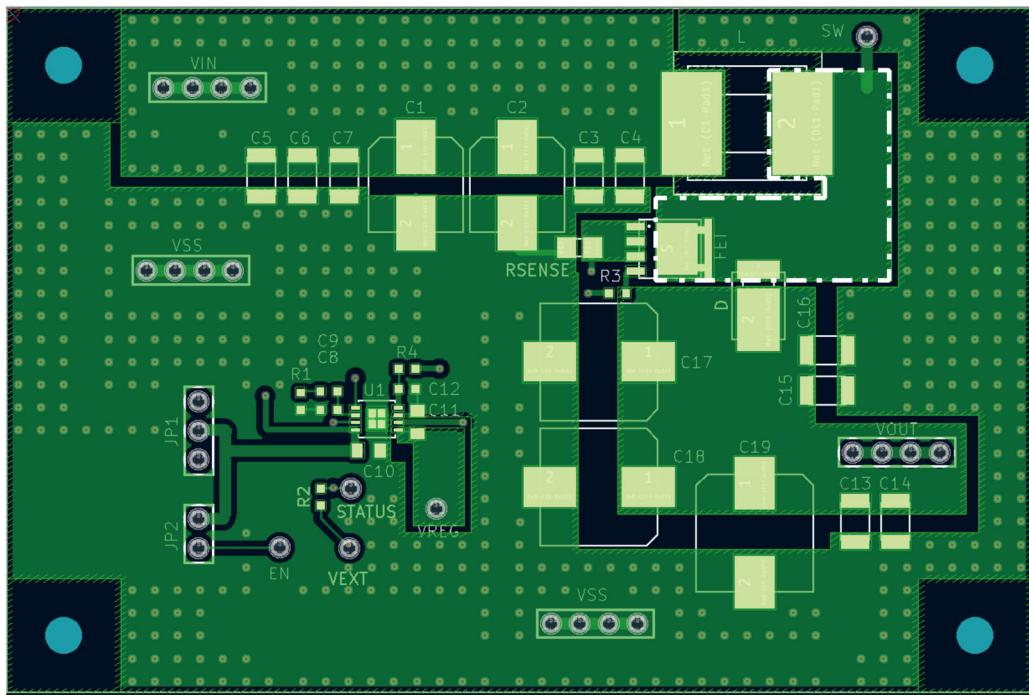
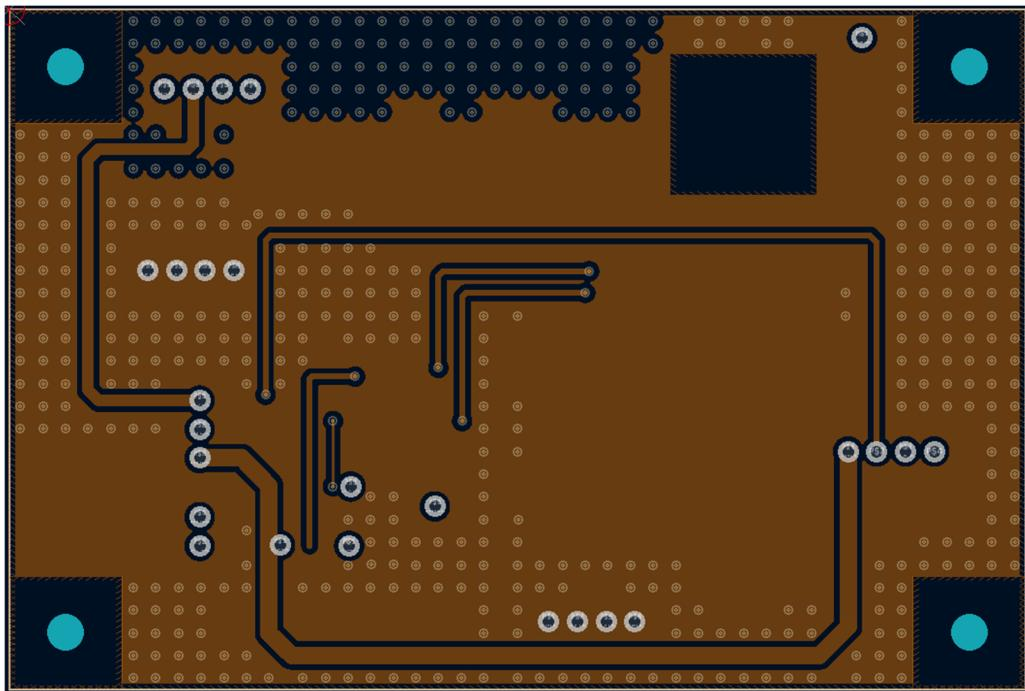

图5 表层 (第一层)
图8 底层 (第四层)
针对图4的应用电路，本公司制作的基板为4层，全层如图5~图8所示。
- 为了降低诱导性高频噪声，请尽量缩小SW的布线面积（“图5 表层（第一层）”的点线所示区域）。
- 为了避免涡流的损耗，请去除电感器 (L) 背面的全部铜箔。